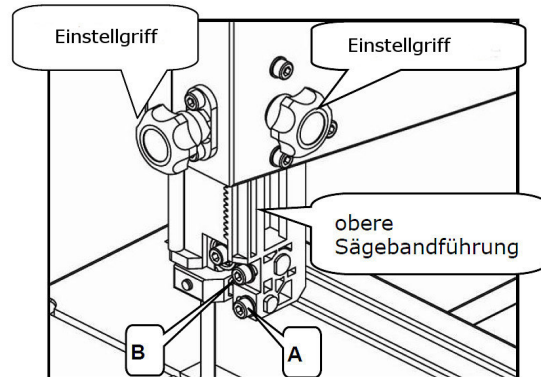
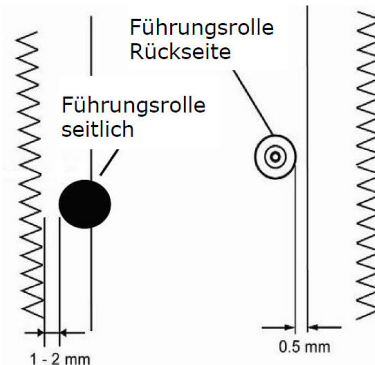
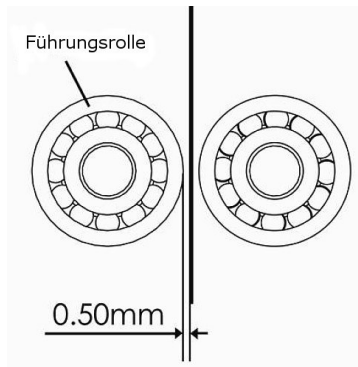

Abb. 23: Position der oberen Bandführung einstellen
Abb. 24: Einstelle der Führungslager
Abb. 25: Einstelle der Führungsroller
Schritt 1: Öffnen Sie die Klemmschraube der Sägebandführung und stellen Sie mit Hilfe des Einstellgriffes die Höhe ein. Danach den Einstellgriff wieder fixieren. (Abb.23)
Schritt 2: Lösen Sie die Schraube (A, Abb.23)) und stellen Sie die Position des Führungslagers so ein, dass das Führungslager 1 oder 2 mm (Abb.24) von den Zähnen des Sägeblattes entfernt ist. Ziehen Sie danach die Schraube (A, Abb.23) wieder fest.
Schritt 3: Lösen Sie die Schraube (B, Abb.23) und stellen Sie die Rückseite der Führungsrolle auf 0,5 mm (Abb.25) hinter der Klingenrückseite ein. Ziehen Sie den Knopf (B, Abb.23) wieder fest.